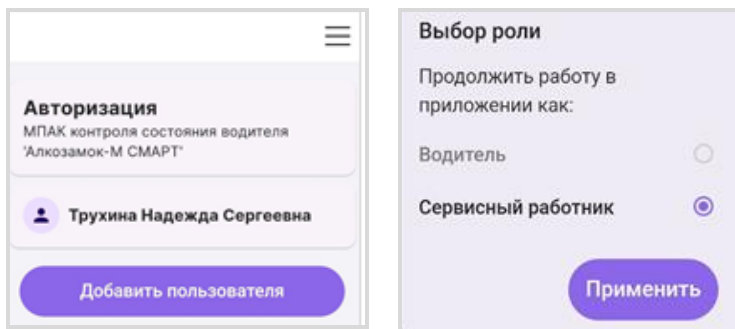

Рис.34
- в форме авторизации выбрать пользователя (Рис.34) или добавить нового согласно п.2.4.3;